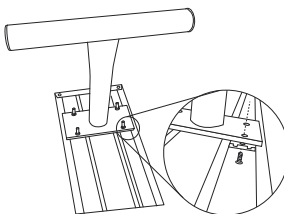

Figure 2
2. Placez un cadre de patte à la fois à une distance de 15,2 cm (6 po) à partir de l'extrémité de la planche de banc. (Voir Figure 2)